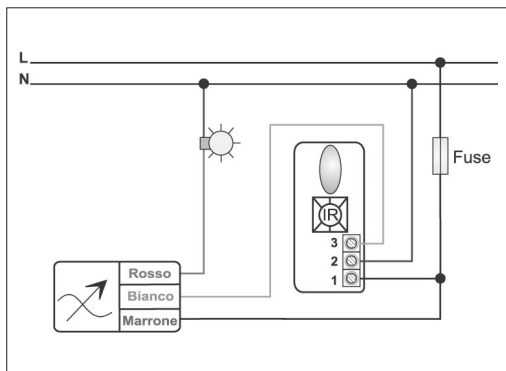

Fig. 3 - RTSUN + RICEIR34S..
- Possibilità di regolazione per mezzo di telecomandorispettando obbligatoriamente lo schema di Fig. 3.
- Possibility of adjustment by remote control (see Fig. 3).
- Möglichkeit der Lichtstärkenregelung über Fernsteuerung (siehe Abb. 3)